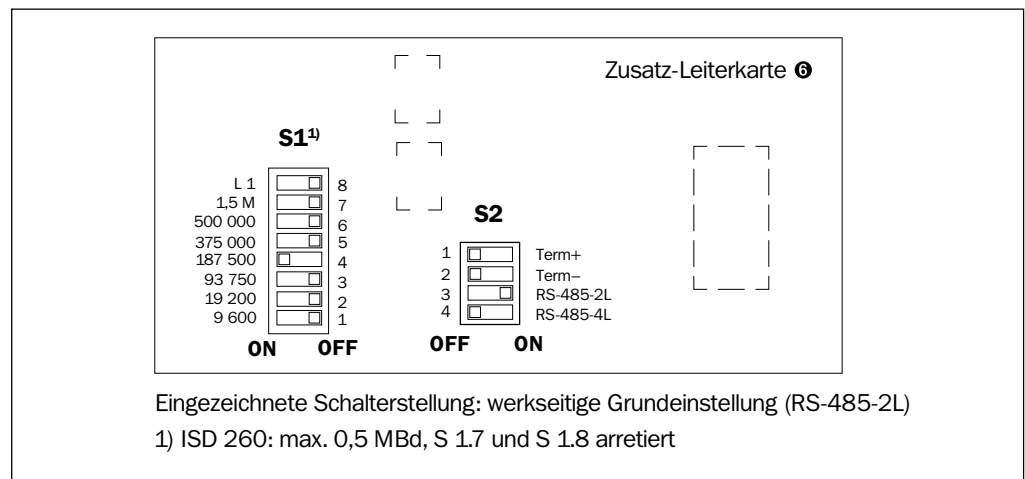
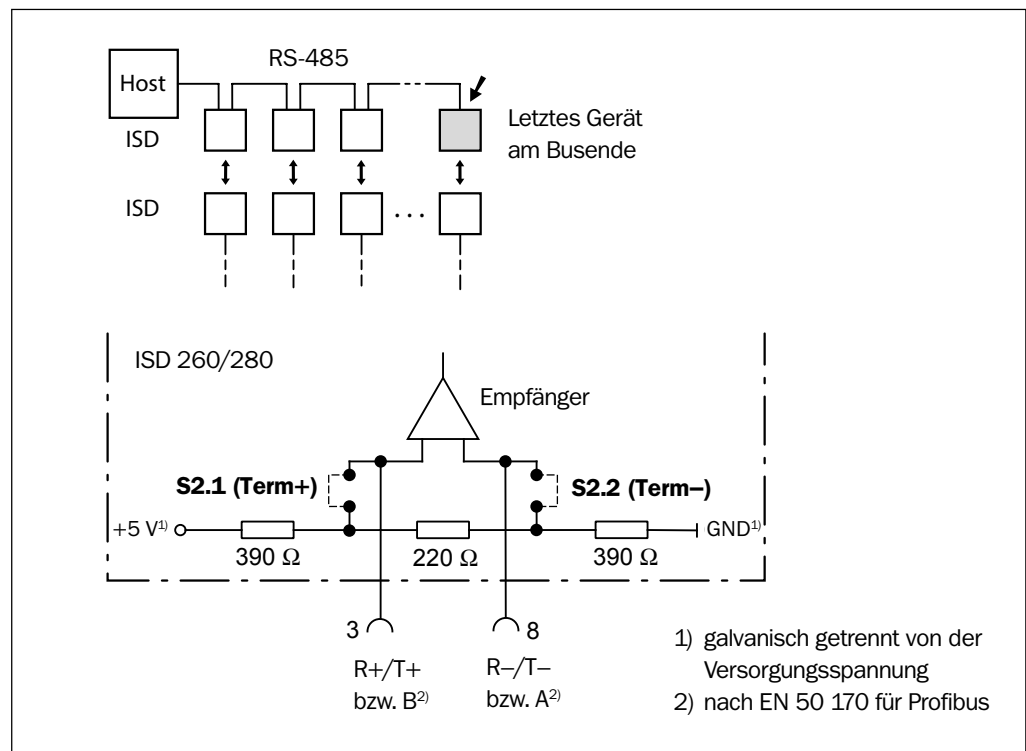

Abb. 5-11: ISD 260/280: DIL-Schalter zur Konfiguration der Datenschnittstelle
Abb. 5-14: ISD 260/280: Leitungsterminierung für die RS-485-Schnittstelle
- Datenschnittstelle nach Abb. 5-11 und Tab. 5-8 korrekt konfigurieren.
3. Den gewünschten Schnittstellentyp durch entsprechende Konfiguration der DIL-Schalter S 2.3 und S 2.4 auf der Zusatz-Leiterkarte (Abb. 5-11) nach Tab. 5-8 vornehmen. Die werkseitige Grundeinstellung ist **RS-485-2L** (S 2.3 auf ON).
- Datenübertragungsrate für die RS-485-Schnittstelle über die DIL-Schalter S 1.1 bis S 1.7 nach Abb. 5-11 einstellen. Hierbei nur den Schalter der gewünschten Übertragungsrate auf „ON“ stellen!
B2: Einstellung der Datenübertragungsrate gemäß der Beschriftung in Abb. 5-11, nur einen Schalter auf „ON“ stellen!
RS-422	<ul style="list-style-type: none"> - DIL-Schalter S 2.3 (RS-485-2L) auf „OFF“ - DIL-Schalter S 2.4 (RS-485-4L) auf „OFF“ - Terminierung: siehe Abb. 5-14, Seite 40 - Einstellung der Datenübertragungsrate nicht erforderlich
RS-485 (2-Leiter)	<ul style="list-style-type: none"> - DIL-Schalter S 2.3 (RS-485-2L) auf „ON“ - DIL-Schalter S 2.4 (RS-485-4L) auf „OFF“ - Terminierung: siehe Abb. 5-14, Seite 40 - Einstellung der Datenübertragungsrate nach Bedarf, siehe Abb. 5-11, Seite 34 SICK-Netzwerk: 19 200 Bd oder 38 400 Bd
Stellt eine Geräteeinheit des ISD 260 bzw. ISD 280 das letzte Gerät am Leitungsende des elektrischen Busses dar, kann es terminiert werden. Für den Empfänger in der Geräteeinheit wird hierzu intern ein definierter Leitungsabschluss zur Verbesserung des Störabstands zugeschaltet. Die Terminierungswiderstände lassen sich nach *Tabelle 5-8, Seite 34* mit den DIL-Schaltern S 2.1 und S 2.2 in die Leitung integrieren. *Abb. 5-14* zeigt die entstehende Beschaltung. Kann die Terminierung direkt im Anschlussstecker des Profibus ausgeführt werden, ist diese Option vorzuziehen.